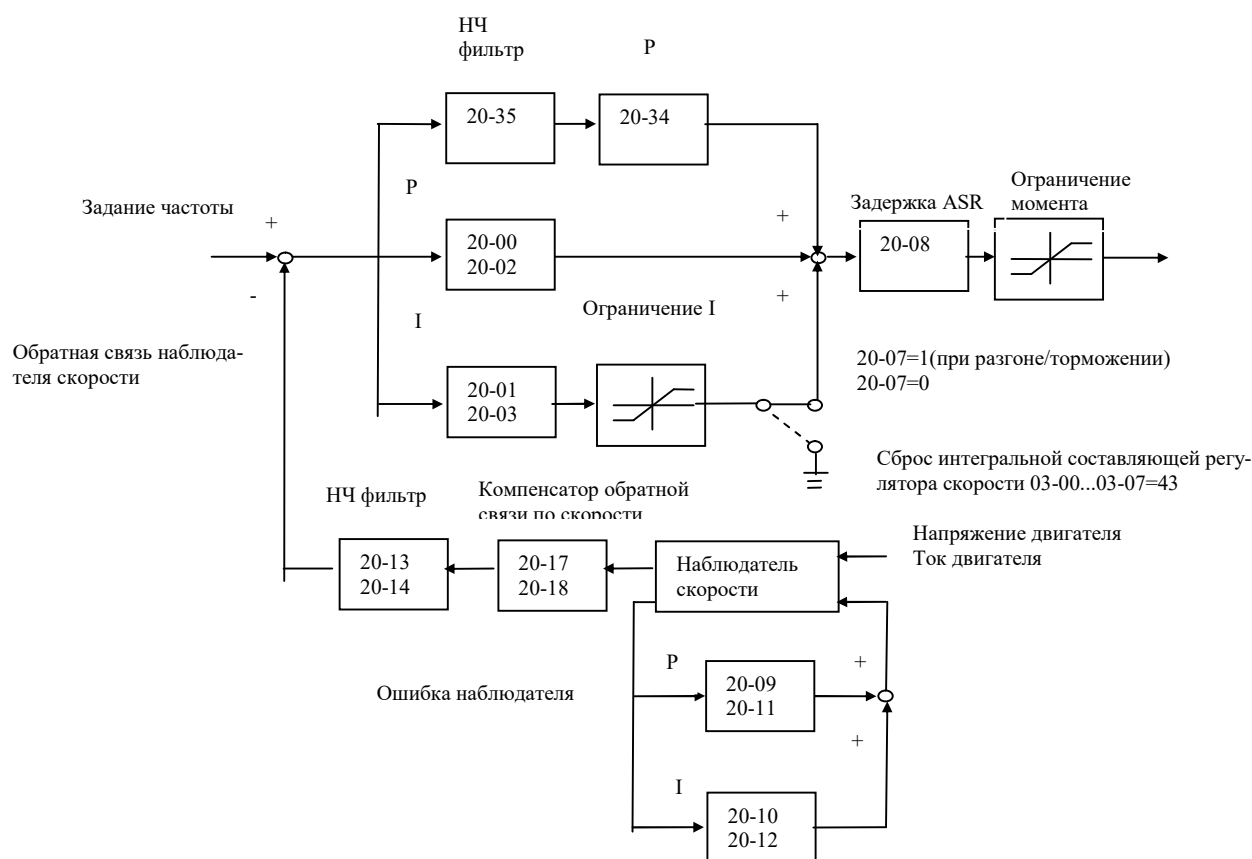

Рис.4.3.108 Блок-схема регулятора скорости (режим SLV)
- В случае, если настройка параметров 20-00 ~ 20-03 и 20-13 ~ 20-14 не обеспечивают оптимального быстрого действия системы при достаточной устойчивости, потребуется настройка параметров 20-09 ~ 20-12 ПИ-регулятора блока контроля скорости (см.рис.4.3.108).